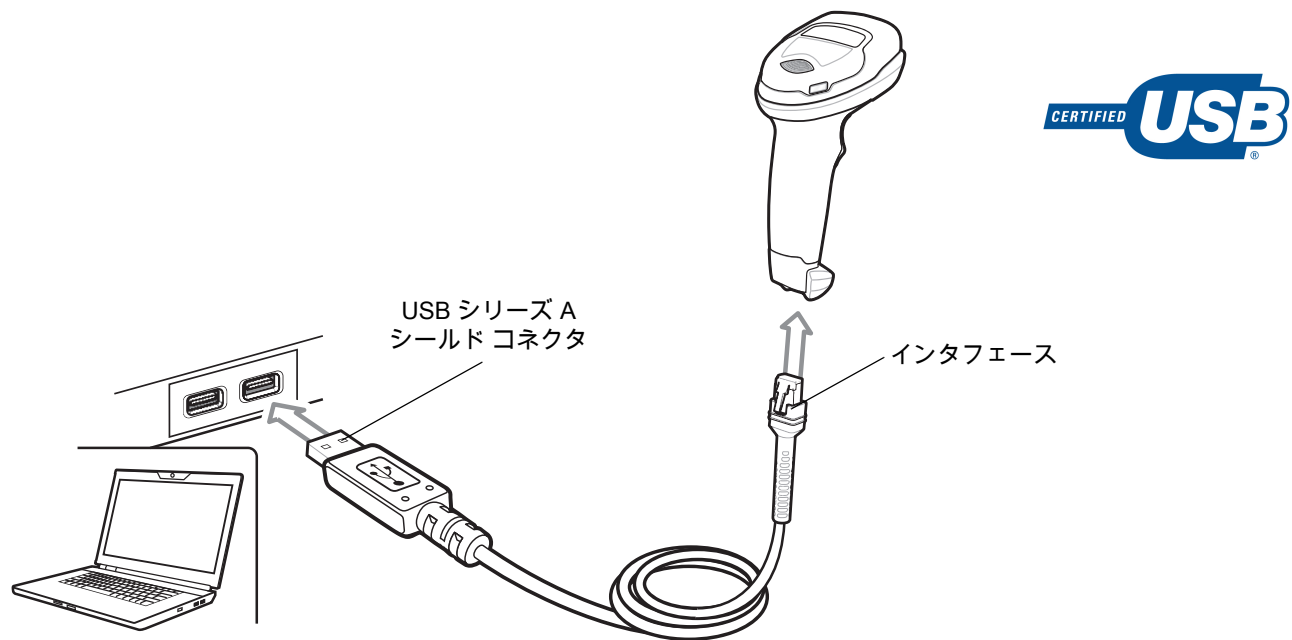

図 7-1 USB 接続
- ✓ **注** 必要なインタフェース ケーブルは、構成に応じて異なります。図 7-1 に示したコネクタは、あくまでも例です。実際には、イラストとは異なるコネクタが使用される場合もありますが、デジタル スキャナの接続手順は同じです。